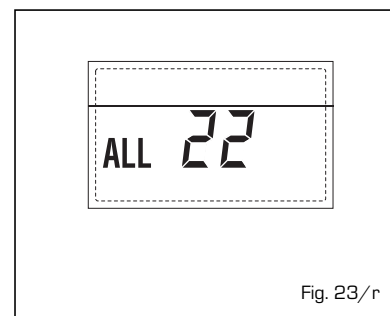

Fig. 23/r
- **ANOMALIA AVARIA SONDA IMPULSÃO SEGUNDA ZONA MISTURADA "ALL 23" (fig. 23/s)**